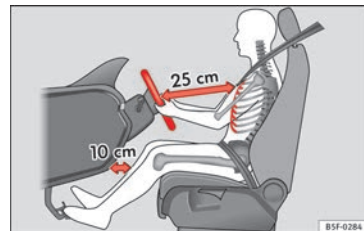
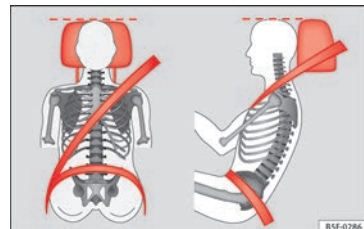

Abb. 64 Der richtige Abstand des Fahrers zum Lenkrad.
Abb. 65 Richtiger Gurtpfaden und richtige Kopfstützeinstellung. »
- Sitzeinstellung so vornehmen, dass der Abstand zwischen Lenkrad und Brustbein mindestens 25 cm beträgt »» **Abb. 64** und das Lenkrad mit beiden Händen und leicht gebeugten Armen seitlich am äußeren Rand festgehalten werden kann.
nen durchgetreten werden können und der Abstand zur Instrumententafel im Kniebereich mindestens 10 cm beträgt »» **Abb. 64**.
Kopfstütze positionieren »» **Abb. 64** und »» **Abb. 65**.
Den richtigen Abstand zwischen Fahrer und Lenkrad »» **Abb. 64** mit Hilfe der Bedienelemente am Fahrersitz einstellen »»  **Seite 12**.